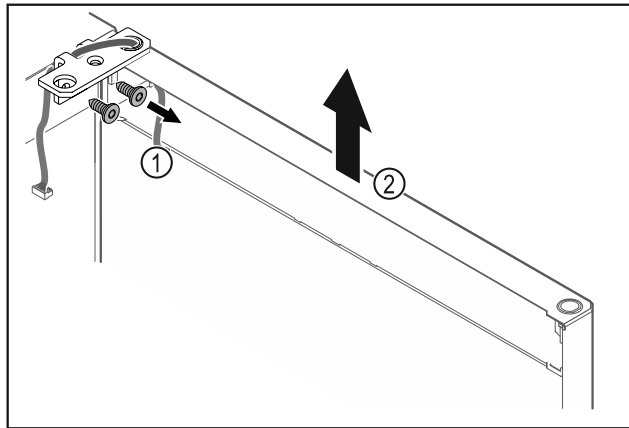

Fig. 17
- Odvijte kotnik tečaja vrat Fig. 17 (1).
- Vrata s kotnikom tečaja Fig. 17 (2) dvignite za približno 200 mm naravnost navzgor in jih snemite.